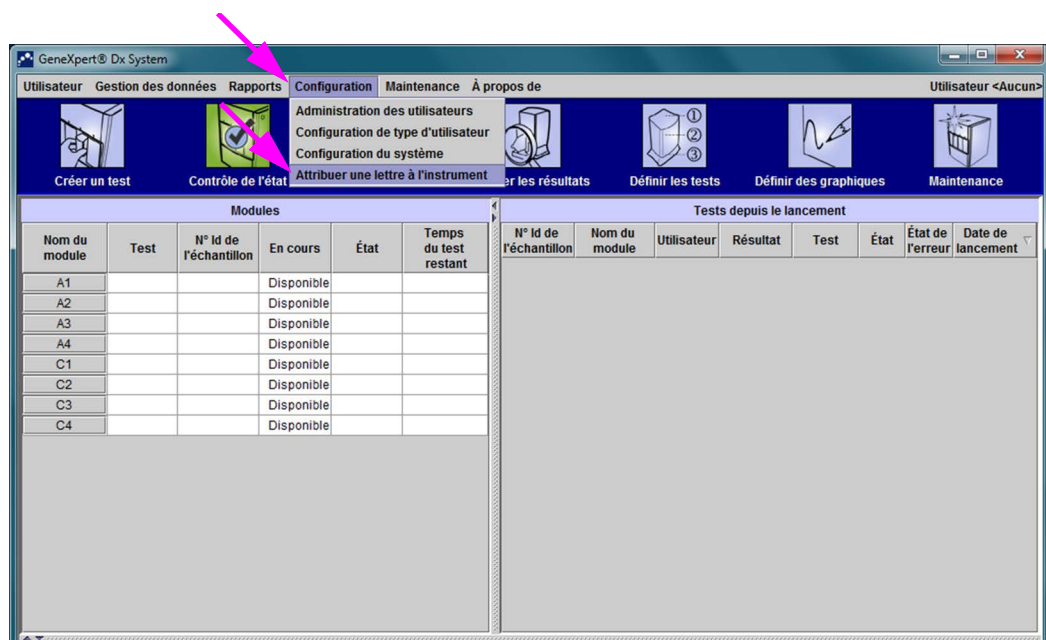
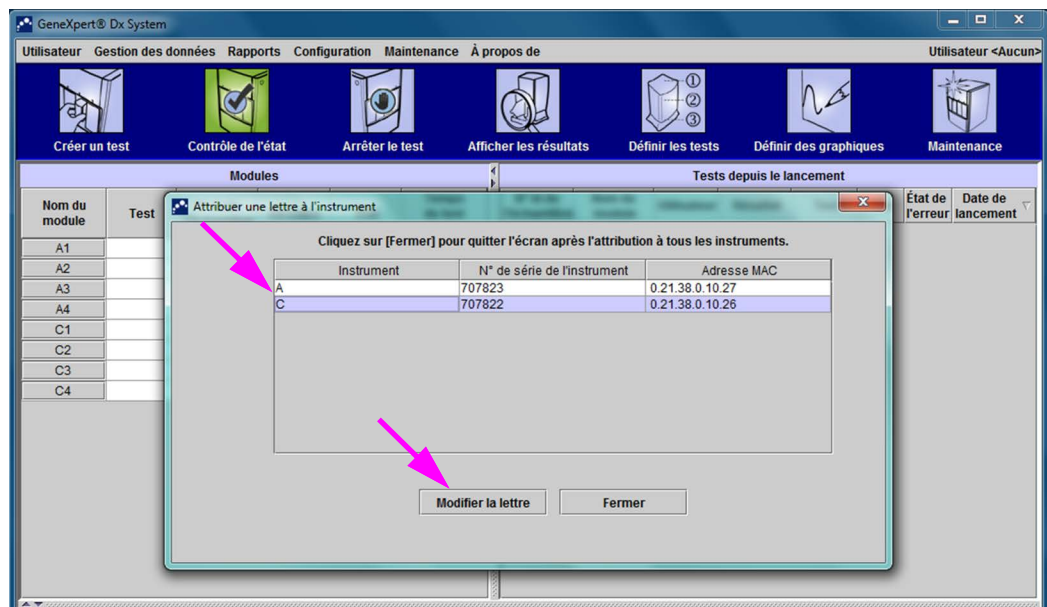

Figure 2-66. Fenêtre GeneXpert Dx System indiquant le menu déroulant Configuration
Figure 2-67. Fenêtre GeneXpert Dx System avec superposition de boîte de dialogue Attribuer une lettre à l'instrument
3. Pour assurer que ces attributions de lettres correspondent à l'instrument GeneXpert GX-XVI, cliquez sur **Configuration** dans la barre de menus, sur la fenêtre GeneXpert Dx System (cf. Figure 2-66), puis sélectionnez l'option **Attribuer une lettre à l'instrument** dans le menu déroulant. La boîte de dialogue Attribuer une lettre à l'instrument s'affiche (cf. Figure 2-67). Dans le même temps, les DEL vertes des quatre modules constituant le quart sélectionné clignotent.
4. Pour modifier la lettre d'attribution, cliquez pour sélectionner l'instrument à modifier, puis cliquez sur **Modifier la lettre** dans la boîte de dialogue Attribuer une lettre à l'instrument (cf. Figure 2-67).
6. Cliquez sur **Fermer** pour fermer la boîte de dialogue Attribuer une lettre à l'instrument (cf. Figure 2-67).